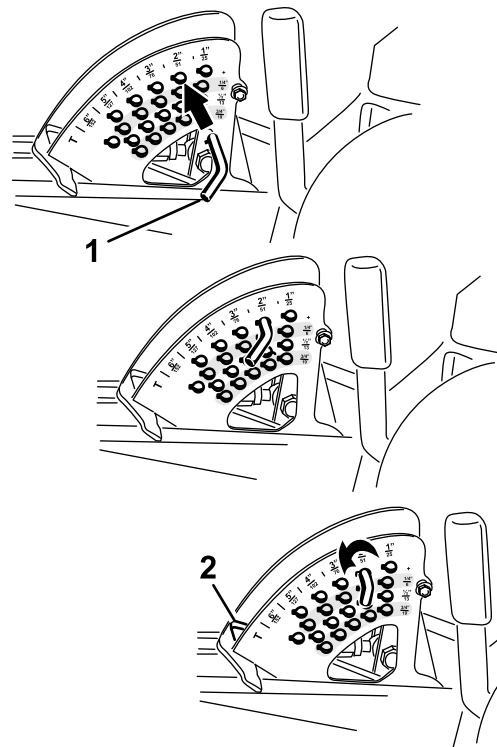

Figura 30
2. Gire el pasador de tope hasta que el pasador cilíndrico que contiene se alinee con las ranuras de los taladros del soporte de altura de corte, y retire el pasador (Figura 30).
3. Seleccione un taladro del soporte de altura de corte que corresponda a la altura de corte deseada, inserte el pasador y gírelo para bloquearlo en esa posición (Figura 30).
**Nota:** Hay cuatro filas de taladros (Figura 30). La fila superior corresponde a la altura de corte impresa encima del pasador. La segunda fila corresponde a la altura impresa más 6 mm (¼"). La tercera fila corresponde a la altura impresa más 12 mm (½"). La fila inferior corresponde a la altura impresa más 18 mm (¾"). Para la posición de 15.8 cm (6") hay un solo taladro, situado en la segunda fila. Esta posición no añade 6 mm (¼") a la altura de 15.8 cm (6").